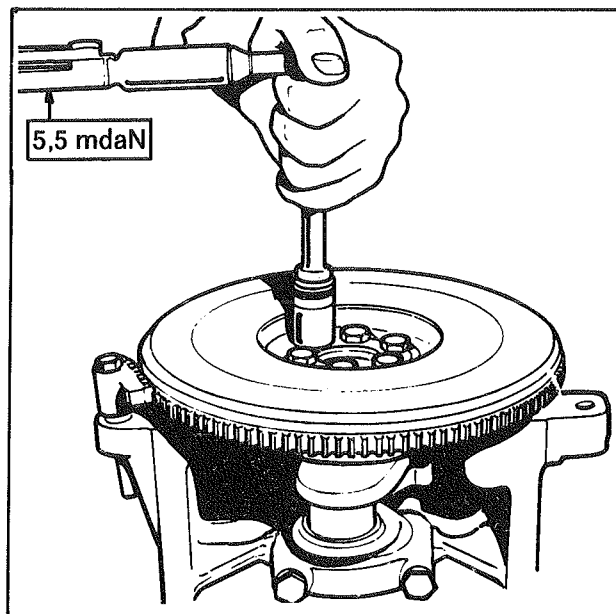

Fig. 11
- Reposer le volant moteur et le serrer au couple à l'aide de l'outil de blocage de la couronne après pose de la rondelle-frein (fig. 11).